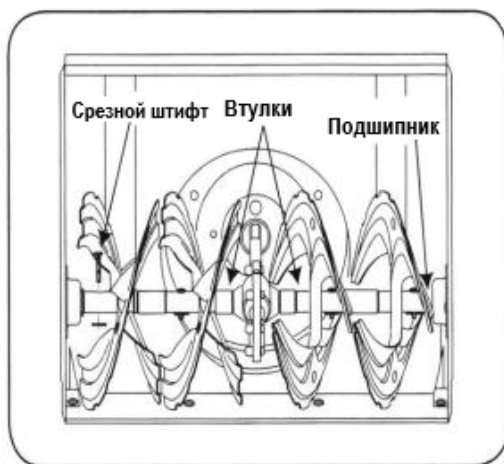

Рисунок 22
Не реже одного раза в сезон необходимо снимать срезные штифты с вала шнека, наносить смазочное средство распылением внутрь вала, на поверхности вокруг распорных втулок и смазывать фланцевые подшипники на обоих концах вала (рис.22).
- Шнек закреплен на спиральном валу при помощи двух срезных штифтов и шплинтов. При попадании на шнек посторонних предметов или кусков льда штифты срезаются (Рис.22).